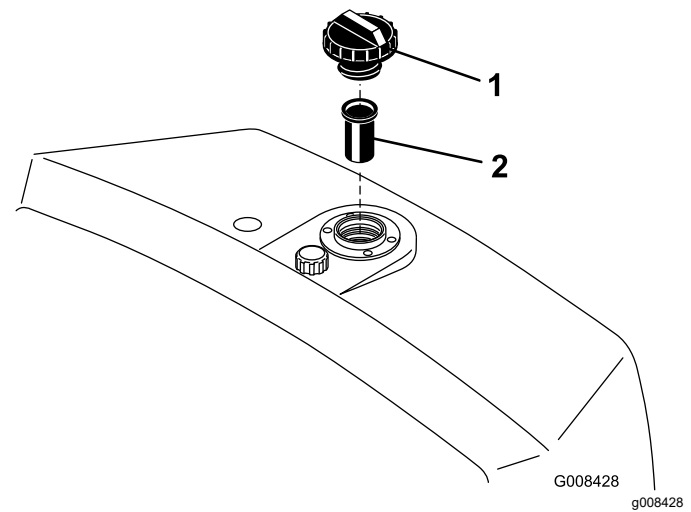

Bild 49
2. Nehmen Sie den Deckel vom Behälter ab und prüfen Sie den Ölstand. Der Ölstand sollte unten am Einfüllstutzen liegen (Bild 49).